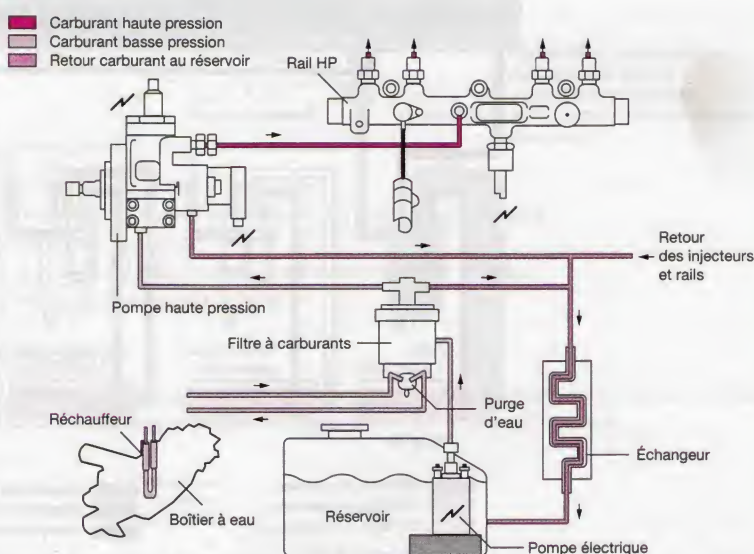

Figure 28.1. Circuit d'alimentation basse pression sur système « rail commun » (Doc. Bosch, ETAI)
– *Avec pompe électrique dans le réservoir (fig. 28.1)*
La basse pression (aux environs de 1,5 à 2,5 bar), est fournie soit par une pompe électrique noyée dans le réservoir, soit par une pompe hydraulique à pignons (fig. 28.1 et 29.13).